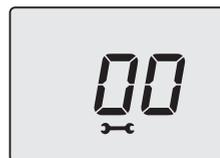

Figura 8.5
- Premere per 1 sec. il tasto 14 (Figura 8.1) per entrare nel parametro selezionato. Il display visualizzerà quanto segue (Figura 8.5).